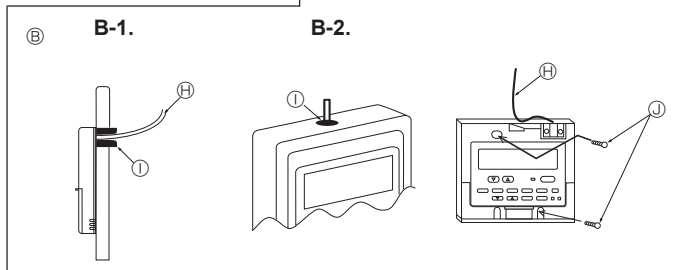

Fig. 6-3
(2) Καλύψτε την είσοδο του καλωδίου στο τηλεχειριστήριο με στόκο ή μαστίχη για να αποφύγετε την ενδεχόμενη είσοδο σταγόνων, νερού, κατασβιδιών ή ακουλικιών. (Fig. 6-3)
B-2. Για να περάσετε το καλώδιο του τηλεχειριστηρίου μέσω του πάνω μέρους [Fig.6-3]